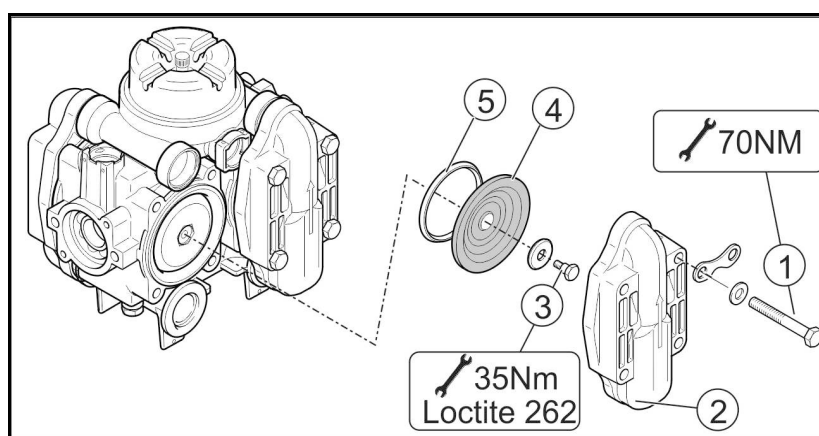

Fig. 152
2. Løsn skruerne (Fig. 152/1).
3. Tag ventildækslet (Fig. 152/2) af.
4. Kontrollér stempelmembranen (Fig. 152/4) og kileringen (Fig. 152/5).
1. Løsn skruen (Fig. 152/3), og tag stempelmembranen (Fig. 152/4) af stemplet sammen med holdeskiven.